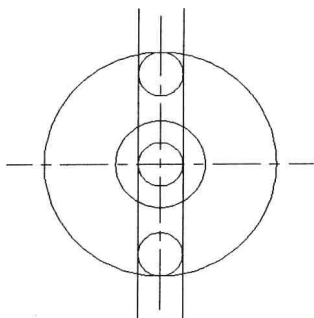
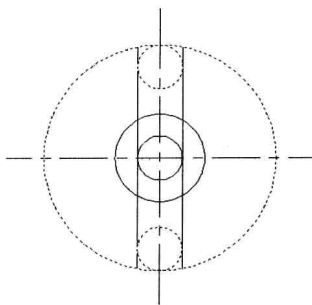

图 4-5-13
图 4-5-14
(1) 双击素材文件“4-5-4.dwg”，打开盘件未完成的平面图，如图4-5-13所示，单击“常用”选项卡，在“修改”面板中单击“修剪”按钮，或者选择菜单命令“修改/修剪”。
(2) 命令行提示“当前设置:投影=UCS,边=延伸,选择剪切边...选择对象或<全部选择>”，单击两条垂直的构造线、最大圆和象限点位置的两个圆，被选中的对象会呈虚线显示，将作为剪切边界线，按Enter键结束选择边界线。
(3) 命令行提示“选择要修剪的对象,或按住Shift键选择要延伸的对象,或[栏选(F)/窗交(C)/投影(P)/边(E)/删除(R)/放弃(U)]”，分别单击最大圆以外的构造线部分，该部分线段会根据选择的最大圆作为边界线，被剪切掉，如图4-5-14所示。